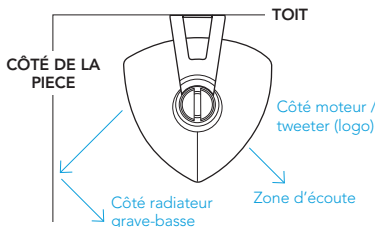
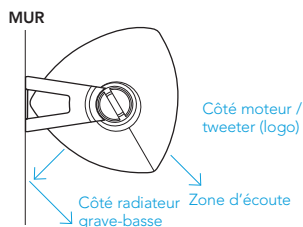

Figure 3
Figure 4
- Une paire d'enceintes AW couvre environ 18 à 37 mètres carrés (200 à 400 pieds carrés) d'espace d'écoute à des niveaux modérément élevés. Essayez de diriger les enceintes directement vers la zone d'écoute pour maximiser le niveau de sortie. Le montage horizontal des enceintes sous le toit est un bon emplacement (en particulier s'il se trouve au même niveau que la zone d'écoute). Dirigez le côté moteur/tweeter/logo vers le bas, en direction de la zone d'écoute (voir Figure 3 et Figure 4).
- Le côté de l'enceinte avec le radiateur grave-basse peut être placé face à une surface adjacente, telle qu'un mur, le dessous d'une façade, le plafond ou le sol, à condition qu'il y ait au moins 5 cm de dégagement (voir Figure 3 et Figure 4). Le positionnement du radiateur grave/basse à proximité d'une grande surface fournit des basses plus fortes. Pour réduire les basses, éloignez l'enceinte du mur, du plafond, du toit ou du sol.